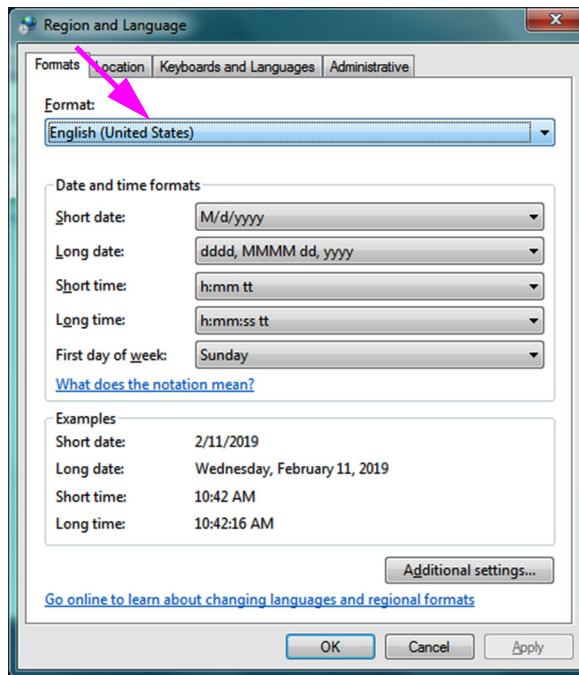

Figura C-15. Janela pendente Region and Language (Região e idioma)—Separador Formats (Formatos)
5. Aparece o ecrã Region and Language (Região e idioma) (ver figura C-15).